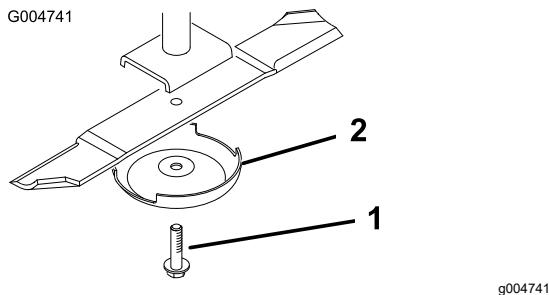

Bild 89
3. Entfernen Sie die Messerschraube, die Antiskalpiercuppe und das Messer von der Spindelwelle (Bild 89).